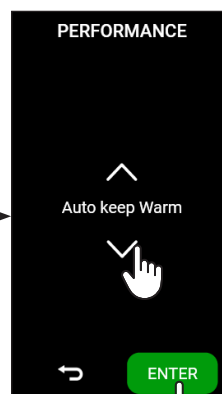

fig.11
- Välj önskat prestandaläge (för mer information om varje läge, se avs. 4.9.1.c) (fig.11);